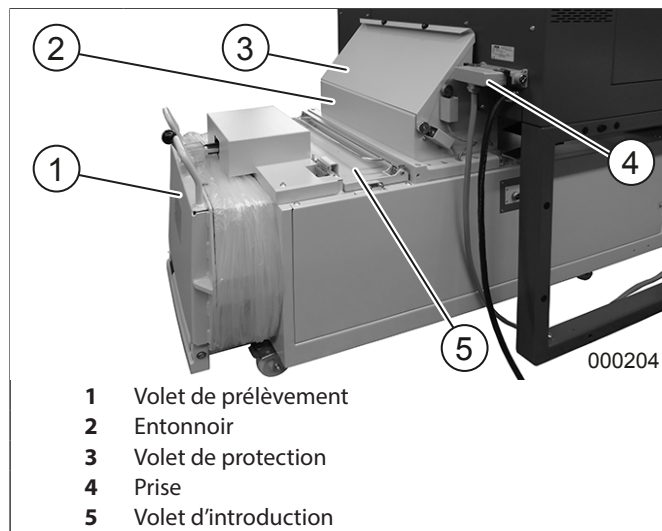
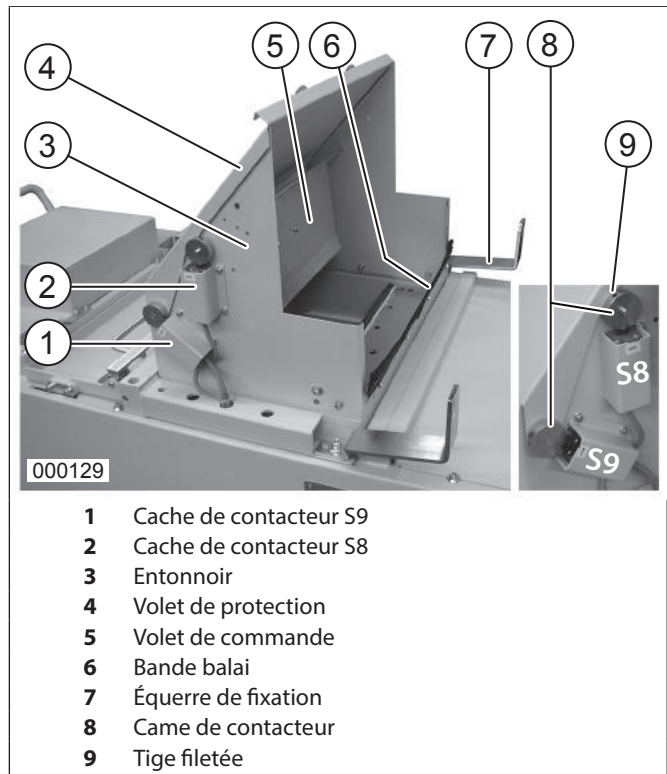

fig. 1 Volets et entonnoirs
fig. 2 Entonnoir
1. Détacher la sécurité de transport (lien) située sur le volet d'éjection (fig. 1/1) et faire pivoter le volet vers le bas.
2. Tirer l'entonnoir (fig. 1/2) hors du compartiment de compression, comme indiqué, le placer au-dessus de l'ouverture de remplissage et le fixer à la presse depuis l'intérieur à l'aide des 7 vis à six pans creux M6x12.
3. Faire pivoter la bande balai (fig. 2/6) située sur l'entonnoir vers le haut jusqu'à ce que le balai soit incliné en direction du compartiment de compression. Fixer la bande balai dans cette position sur l'entonnoir à l'aide des deux vis à six pans creux M6x16 et les rondelles fournies (utiliser le trou de perçage supérieur pour la fixation).
4. Démonter les deux caches de contacteur (fig. 2/1+2). Fixer l'interrupteur de fin de course S8 (49) à l'aide de 2 vis M4x40 et écrous M4 sous la came de contacteur du volet de commande (fig. 2/8). Détacher la tige filetée (fig. 2/9) (clé Allen 2,5 mm), tourner la came en position et serrer à nouveau la tige filetée à fond.
5. Fixer l'interrupteur de fin de course S9 (50) à l'aide de 2 vis M4x40 et écrous M4 sous la came de contacteur du volet de protection (fig. 2/4). Détacher la tige filetée (fig. 2/9) (clé Allen 2,5 mm), tourner la came en position et serrer à nouveau la tige filetée à fond.
6. Positionner les deux caches de contacteur (fig. 2/1+2) respectivement au-dessus de l'interrupteur de fin de course et les fixer sur l'entonnoir à l'aide de respectivement deux vis M5x16 et écrous M5.
7. Ouvrir le volet de protection (fig. 2/4). Vérifiez l'emplacement de l'angle de la sécurité (fig. 3):
1. Pousser le compacteur sous le destructeur de documents. Visser le destructeur de documents et le compacteur à l'aide des deux équerres de fixation (fig. 2/7) jointes au destructeur de documents (fig. 1).
4. Introduire la fiche de raccordement du compacteur dans la prise (fig. 1/4) prévue à cet effet dans le fond du destructeur de documents et la verrouiller.